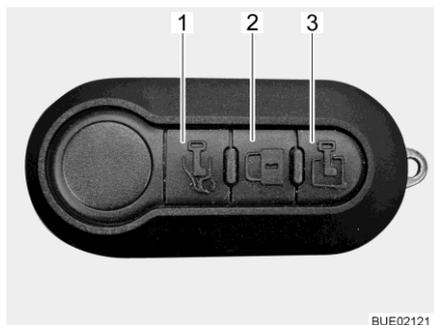

Fig. 53 Telecomando multifunzione (3 tasti)
- Premere una volta brevemente il tasto  (Fig. 53,1). La porta conducente è sbloccata.
- Premere una volta brevemente il tasto  (Fig. 53,3). La porta di ingresso è sbloccata.
- Premere una volta brevemente il tasto  (Fig. 53,2). Tutte le porte sono bloccate.